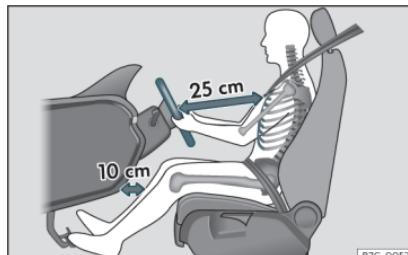

Fig. 6 La separación correcta entre el conductor y el volante debe ser de 25 cm como mínimo (10 pulgadas).
- Ajuste el volante de modo que quede a una distancia de, por lo menos, 25 cm (10 pulgadas) del esternón »» **fig. 6** y lo pueda sujetar con ambas manos por los lados, por la parte exterior, con los brazos ligeramente flexionados.
- Ajuste longitudinalmente el asiento de forma que pueda pisar a fondo los pedales con las rodillas ligeramente flexionadas y que quede una distancia entre la zona de las rodillas y el tablero de instrumentos de al menos 10 cm (4 pulgadas) »» **fig. 6**.